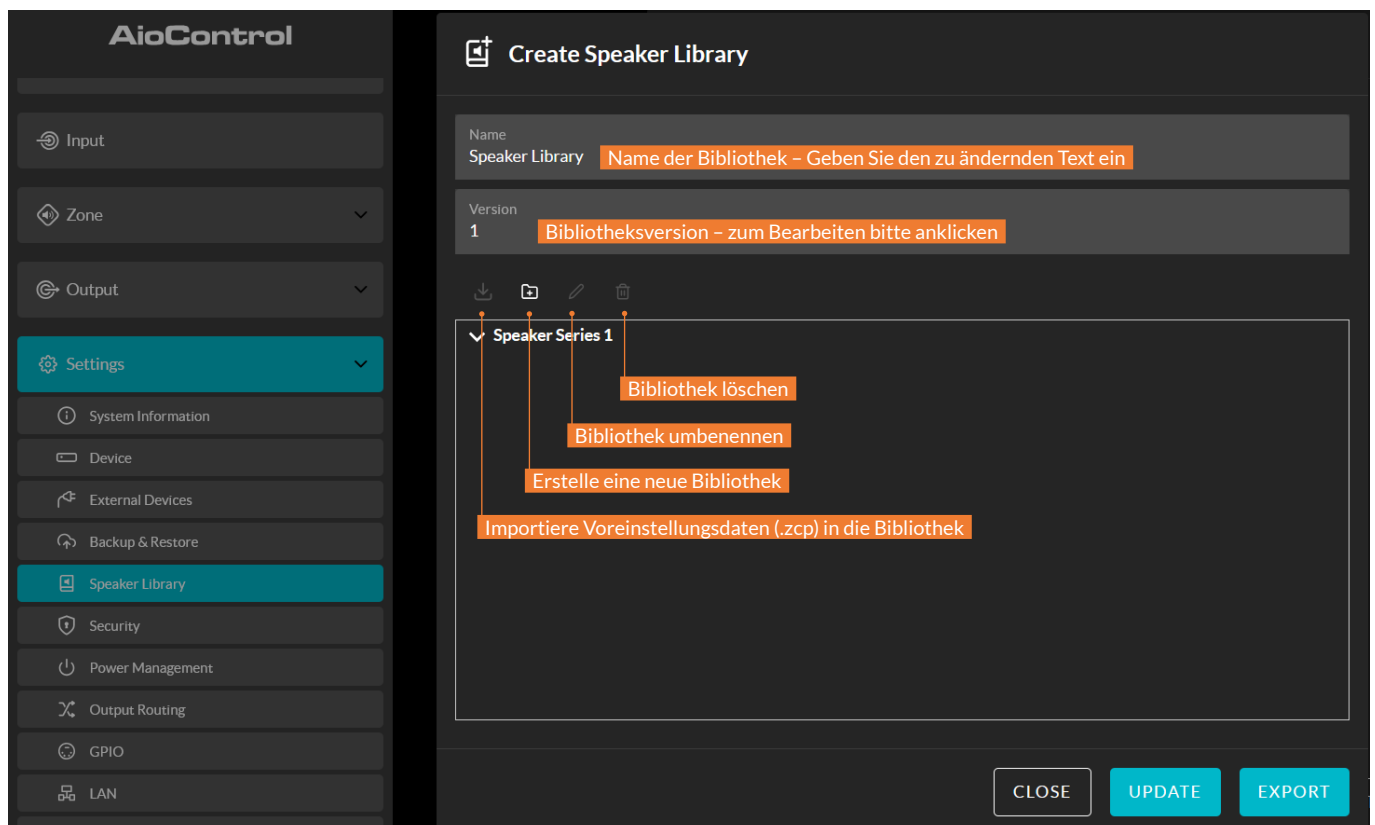

Abbildung 5N: Erstellung und Verwaltung der Lautsprecherbibliothek
- Über das Menü „**Speaker Library**“ können Sie die Bibliotheken mit Lautsprecher-Voreinstellungen verwalten. Sie können neue Bibliotheken mit Lautsprecher-Voreinstellungsdateien (.zcl) erstellen oder bestehende Bibliotheken importieren sowie bestehende Bibliotheken bearbeiten oder vollständig löschen. Abbildung 5N veranschaulicht die Erstellung und Verwaltung von Lautsprecher-Voreinstellungsbibliotheken.